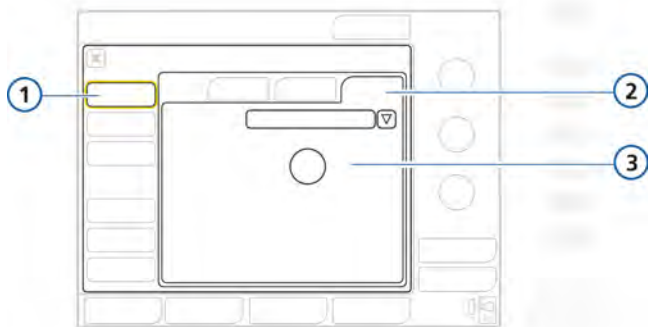

Figura I-5. Configuración del volumen de alarma mínimo
1. Abra la ventana General -> Más (figura I-5).